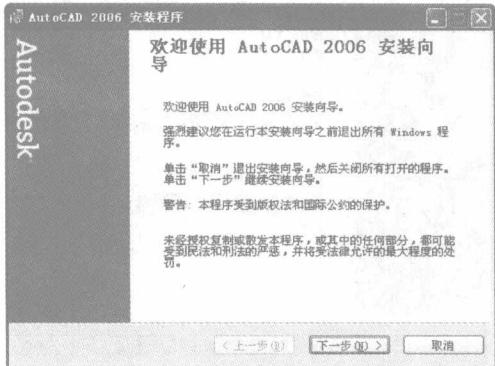
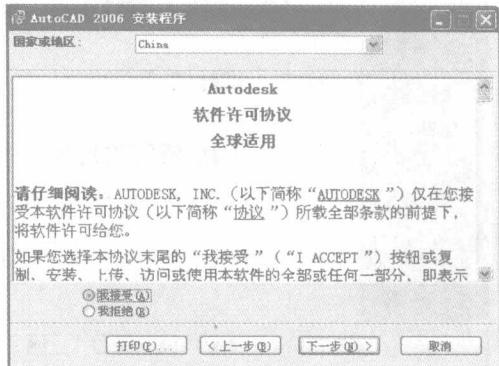

图 1-4 安装向导对话框
图 1-5 “许可协议”对话框
- 3) 支持部件安装完成后，打开“欢迎使用 AutoCAD 2006 安装向导”对话框，如图 1-4 所示，单击“下一步”按钮，弹出“许可协议”对话框，如图 1-5 所示。